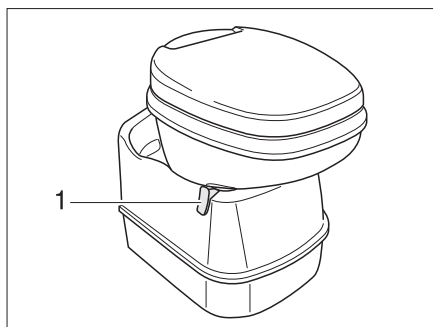
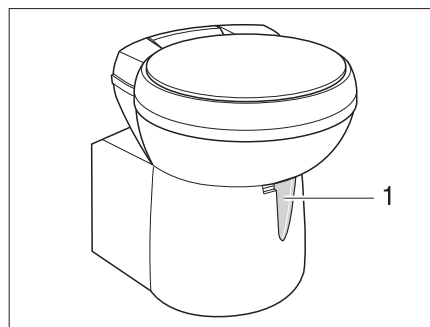

Fig. 228 Cuvette Thetford, orientable
Fig. 229 Cuvette Thetford, orientable (alternative)
- Avant d'actionner la chasse d'eau, ouvrir le curseur des toilettes Thetford. Pousser pour cela le levier du curseur (Fig. 228,1 ou Fig. 229,1) dans le sens inverse des aiguilles d'une montre.
- Pousser le levier du curseur (Fig. 228,1 ou Fig. 229,1) dans le sens des aiguilles d'une montre. Le curseur se ferme. Pour la vidange il **faut** que le curseur des toilettes Thetford soit fermé.